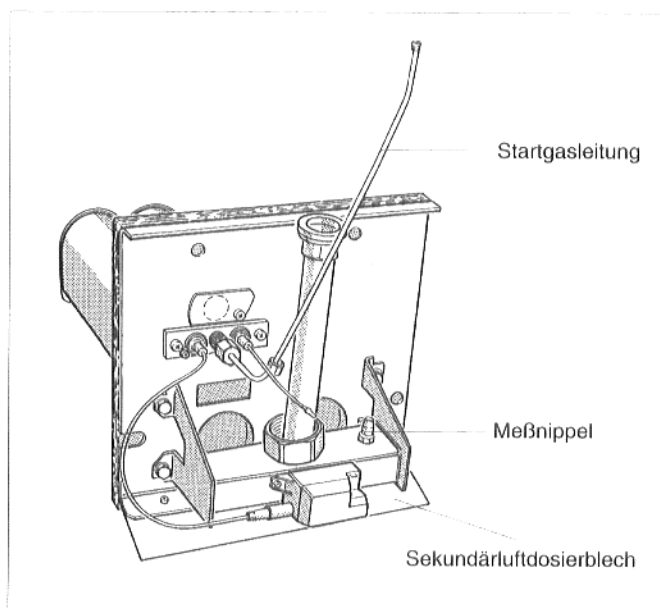

Abb. 49: Gasbrenner
- Sekundärluftdosierblech abschrauben und gegen neues austauschen (Abb. 49). Zur Unterscheidung: das Blech für Flüssiggas hat keine Umkantung!
- Startgasteitung (Abb. 49) am Startbrenner lösen und Startgasdüse gegen die der neuen Gasart austauschen. Düsenkennzeichnung:
- Verschlussschraube des Meßnippels am Gasverteilerrohr (Abb. 49) zwei Umdrehungen lösen und Meßschlauch des U-Rohr-Manometers aufstecken.